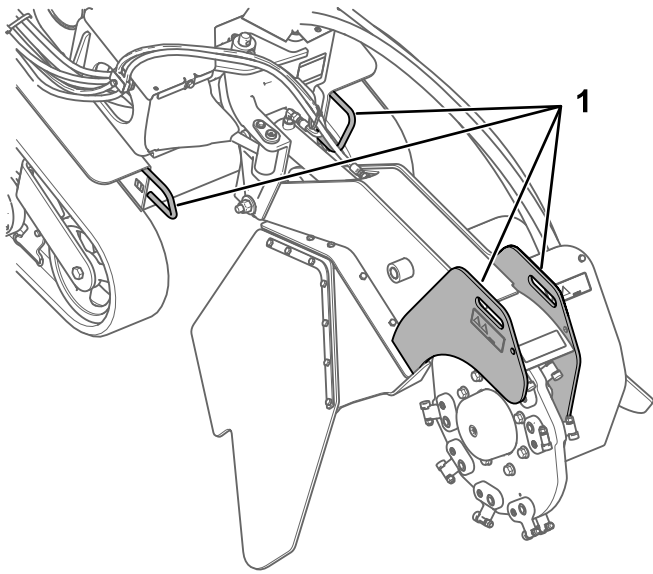
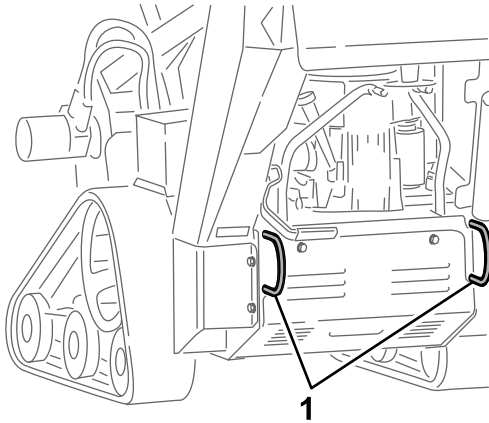

Bild 22
Bild 23
3. Befestigen Sie die Maschine mit Ketten oder Riemen an den Vergurtungsstellen bzw. Hebelaschen vorne und hinten an der Maschine auf einem Anhänger (Bild 22 und Bild 23). Halten Sie die örtlichen Vorschriften für Anhänger und Vergurtung ein.
Sie können die Maschine mit den Vergurtungs- und Hebeschlaufen als Hebestellen hochheben (Bild 22 und Bild 23).